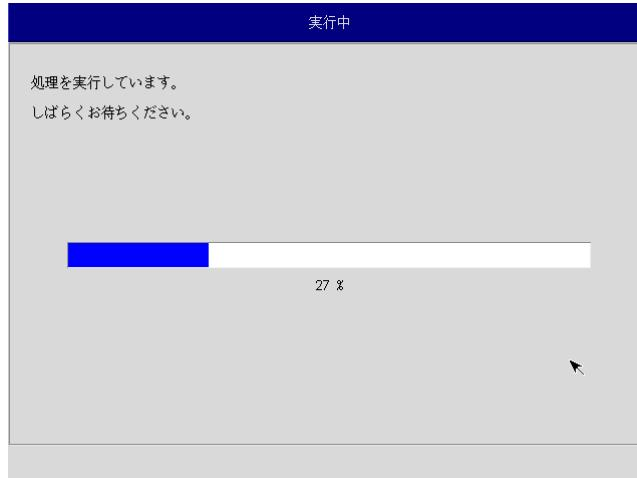

図6-3-7. 実行中画面
- ⑫ 実行中画面（図6-3-7）が表示され、処理が開始されます。実行中はDVDドライブ、保存メディアを外さないでください。また、電源を落とさないようにしてください。